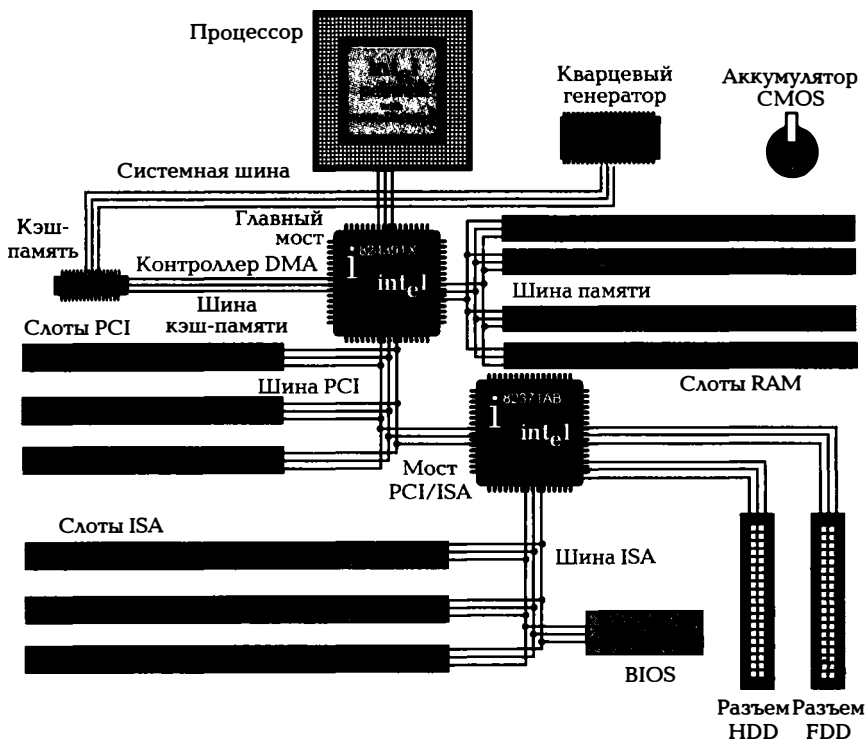

Рис. 2.4. Структура типовой материнской платы
На рис. 2.4 представлена структура типовой материнской платы:
- микросхема перепрограммируемой памяти (EEPROM), в которой хранятся программы, POST, программа загрузки операционной системы, драйверы устройств, начальные установки (CMOS Setup). На рис. 2.4 микросхема обозначена как BIOS;
Взаимодействие между компонентами и устройствами ПК, подключенными к разным шинам, осуществляется с помощью так называемых м о с т о в, реализованных на одной из микросхем Chipset. Например, на рис. 2.4 мост для соединения шины ISA и PCI реализован в микросхеме 82371AB.